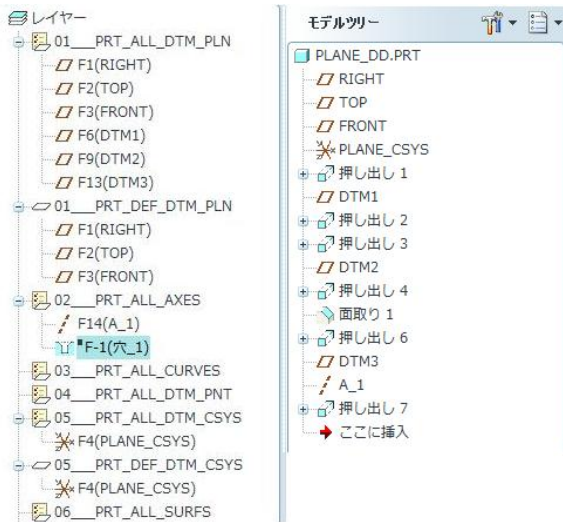
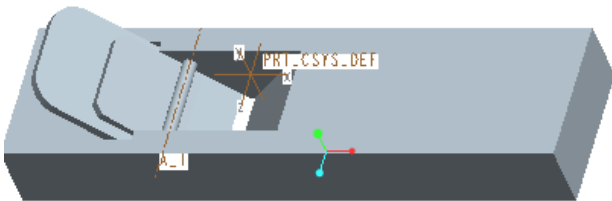

図 4-90 穴フィーチャーを抑制する
図 4-91 抑制された穴フィーチャー
- ・ 例えば、ここで **F16(穴_1)** を抑制するとする。抑制されたフィーチャーには図 4-90-左のレイヤーツリーに表示するように黒点のマークが記され、図 4-90-右のモデルツリーの配列では穴アイテムが消えてなくなり、図 4-91 に示すように部品の右側表面にあけられた穴は消えてなくなる。